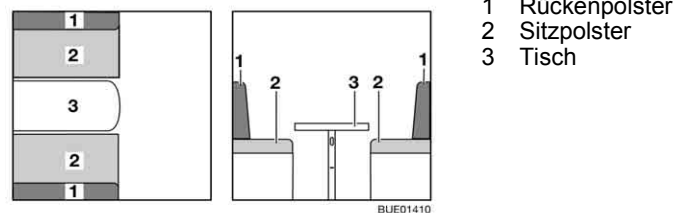

Bild 113 Vor dem Umbau
- Tisch (Bild 113,3) zum Bettunterbau umbauen (siehe Abschnitt 6.12).
- Die Rückenpolster (Bild 113,1) abnehmen und eines davon auf den Tisch legen.